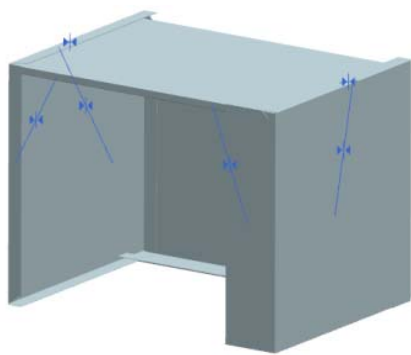

图 11-262 安装箱体右侧板
(5) 在“装配约束”对话框中,单击 **<确定>** 按钮,安装箱体右侧板,如图 11-262 所示。